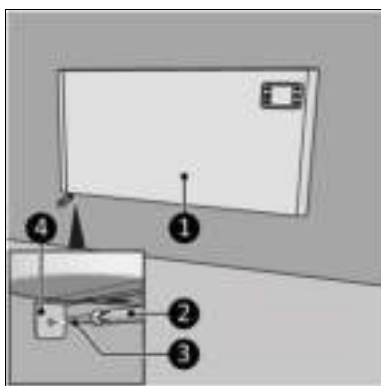

Figura 13
15. Înșurubați și strângeți suporturile dispozitivului (Figura 13, poz. 4) cu un șurub mare (Figura 13, poz. 3) pe perete, folosind o șurubelniță cu cap în cruce (Figura 13, poz. 2).